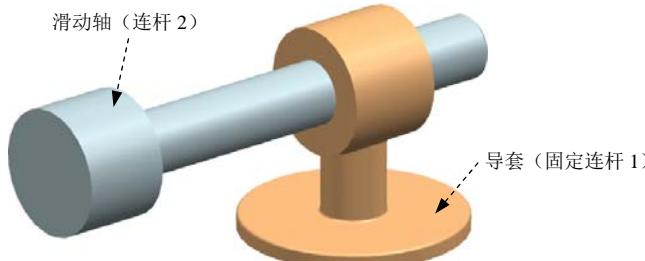

图 8.3.1 机构模型
下面举例说明机构动态干涉检查的一般操作过程。在图 8.3.1 所示的机构中，滑动轴在导套内滑动，现在需要检查轴与导套的动态干涉，并定义机构在干涉时停止。
Step5. 定义固定连杆 1。选择下拉菜单  →  命令，系统弹出“连杆”对话框；选取图 8.3.1 所示的导套为固定连杆 1；在 **质量属性选项** 下拉列表中选择 **自动** 选项；在 **设置** 区域中选中  **固定连杆** 复选框；在 **名称** 文本框中采用默认的连杆名称“L001”；单击 **应用** 按钮，完成连杆 1 的定义。
Step6. 定义连杆 2。选取图 8.3.1 所示的轴为连杆 2；在 **质量属性选项** 下拉列表中选择 **自动** 选项；在 **设置** 区域中取消选中  **固定连杆** 复选框；在 **名称** 文本框中采用默认的连杆名称“L002”；单击 **确定** 按钮，完成连杆 2 的定义。
- (2) 定义参考对象。在“干涉”对话框的 **类型** 下拉列表中选择  **高亮显示** 选项，然后单击 **第一组** 区域中的 **\*选择对象 (O)** 按钮，选取图 8.3.1 所示的连杆 1 为第一组检查对象；再单击 **第二组** 区域中的 **\*选择对象 (O)** 按钮，选取连杆 2 为第二组检查对象。